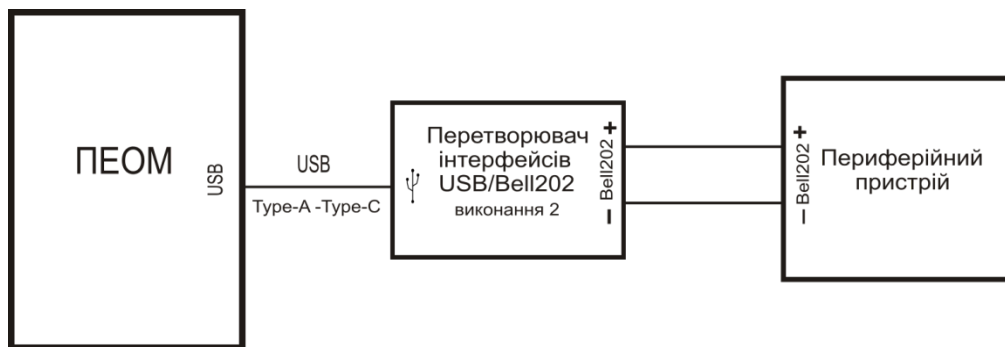
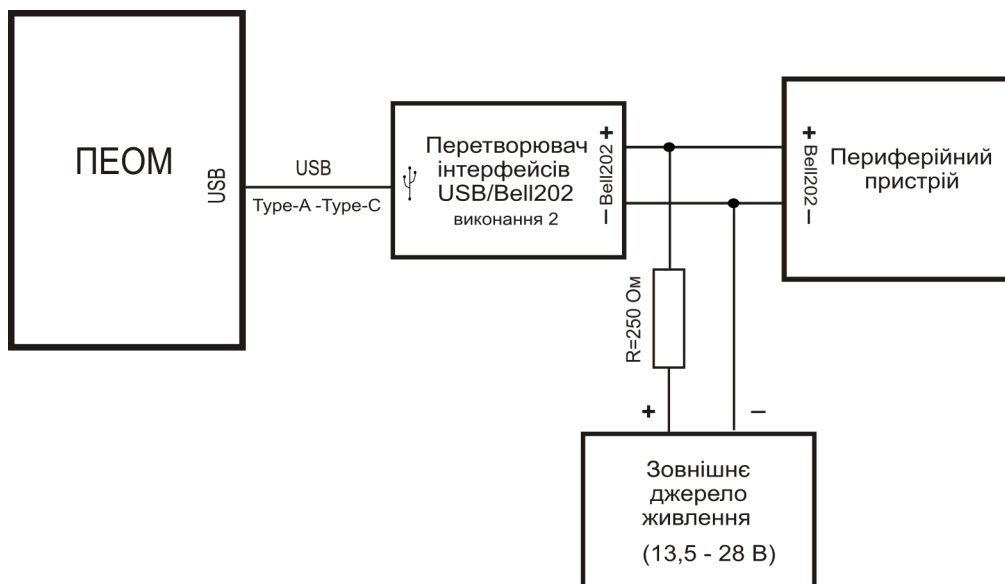

Рисунок 2 – Схема підключень при живленні периферійного пристрою від USB
Рисунок 3 – Схема підключень при живленні периферійного пристрою від зовнішнього джерела живлення
Схема підключення приведена на **рис.2**.
Схема підключення приведена на **рис. 3**.
5.3 Перевірити відповідність підключення зовнішніх кабелів згідно зі схемами підключень рис.2 та рис.3.